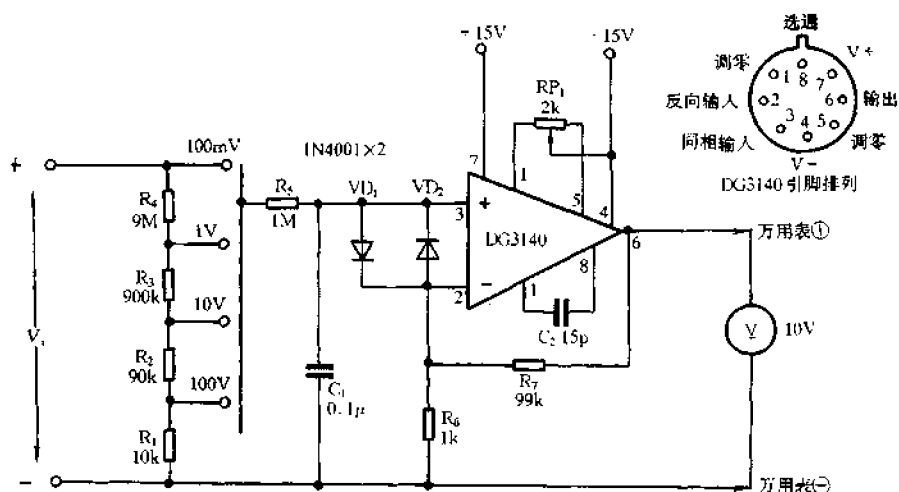

图 5-1 高输入阻抗放大电路
采用图 5-1 所示的电路可以有效提高万用表的输入阻抗。该电路由运算放大器和电阻分压衰减器两部分组成。运算放大器采用 DG3140(国外型号为 CA3140), 它构成 100 倍同相放大器。当运算放大器 DG3140 的同相端输入  $100\text{mV}$  时, 它的输出端为  $10\text{V}$ 。该电路设有  $100\text{mV}$ 、 $1\text{V}$ 、 $10\text{V}$ 、 $100\text{V}$  四个直流电压量程, 后三挡的输入阻抗为  $10\text{M}\Omega$ 。由于 DG3140 是一种优良的器件, 采用独特的 Bi-MOS 工艺, 所以其输入端具有 PMOS 场效应管那样的高阻抗, 而输出端又有双极性晶体管的输出特性。DG3140 的 ⑥脚(输出端)可直接与万用表(置于 DC10V 挡)的红(正)表笔相连, 将黑(负)表笔接地。衰减器电阻应使用误差为 1% 的测量用金属膜电阻; 电位器  $\text{RP}_1$  用作表头调零, 最好采用线绕式的; 电容采用漏电流极小的聚苯乙烯电容。